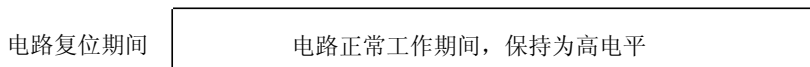

图 4-2 低电平复位
- 低电平复位：开始时用低电平让电路复位，复位完成后跳转为高电平并保持为高电平，如图 4-2 所示。